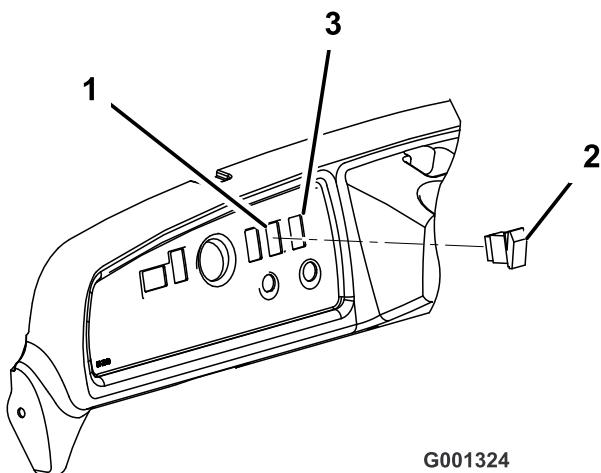

Figura 6
- Retire o tampão do painel de instrumentos, à direita da coluna da direcção e acima do interruptor da chave (Figura 6).
5. Pressione a aleta superior do interruptor do elevador da caixa para estender o accionador (Figura 6).
6. Alinhe a aleta superior para a posição das 12 horas e insira o interruptor do elevador da caixa na abertura no painel de instrumentos (Figura 6).